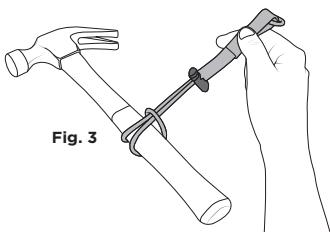
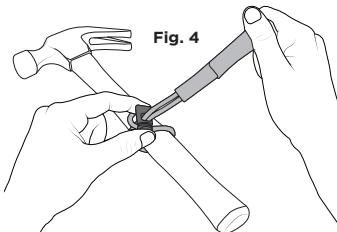

Fig. 3
Fig. 4
4. Feed the D-ring end through the loop end of the Tool Tail™ [fig. 3]. Pull the loop tight to remove slack. Snug barrel lock against the tool if applicable [fig. 4].
4. Pase el extremo del anillo en forma de D por el extremo del lazo de la Tool Tail™ [fig. 3]. Tire bien para eliminar el huegado. Si corresponde, apriete el seguro en forma de cilindro a la herramienta [fig. 4].